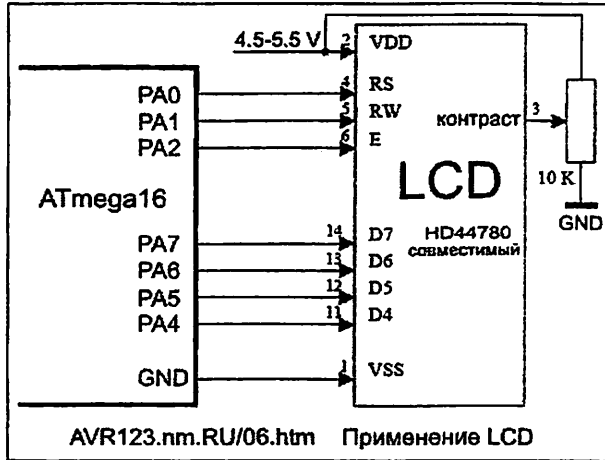

Рис. 3.1 — Типовая схема включения LCD-дисплея
4. В следующем проекте будем выводить данные на символьный LCD-дисплей (жидко-кристаллический индикатор). Схема его подключения к порту A микроконтроллера приведена на рис. 3.1 (там же указан источник информации, в котором вы можете более подробно ознакомиться с решаемой задачей).